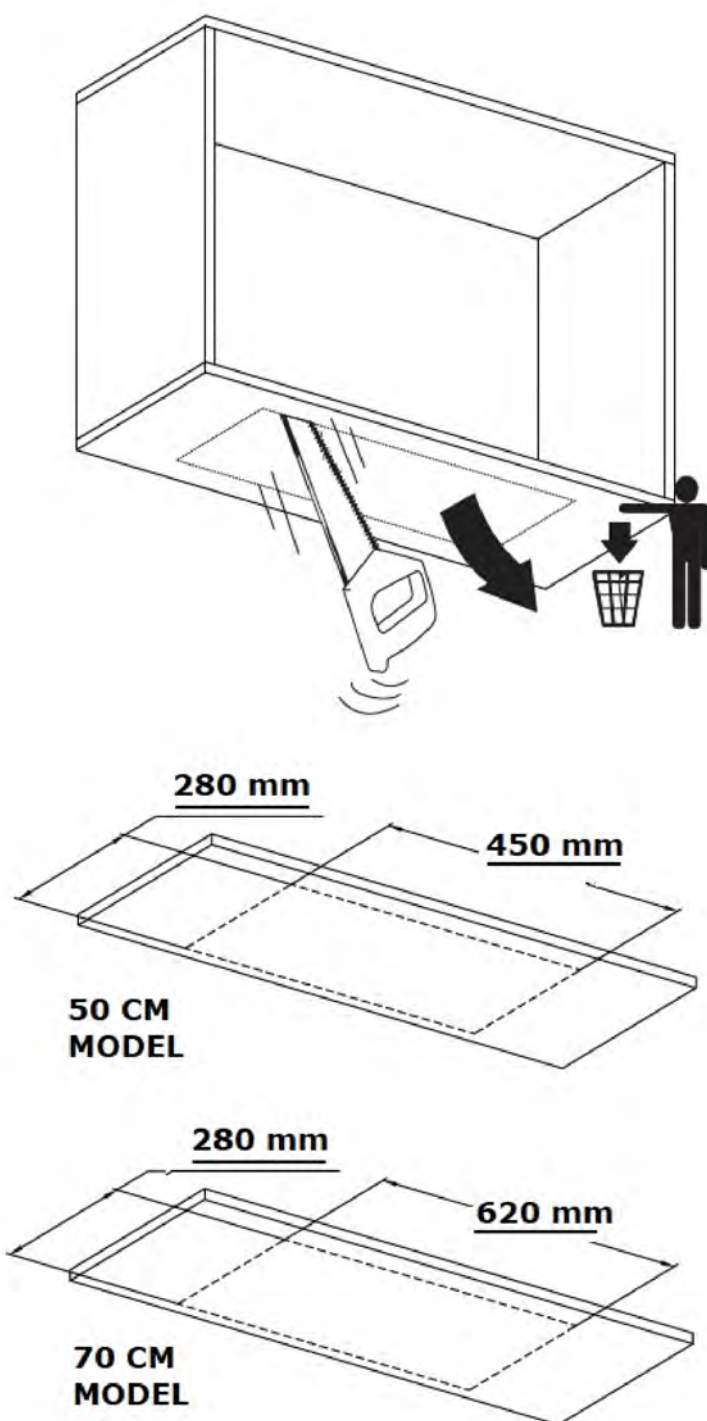

Fig. 10
1. ► Taket eller materialet där fläkten ska monteras måste sågas ut enligt angivna mått (Fig. 10).